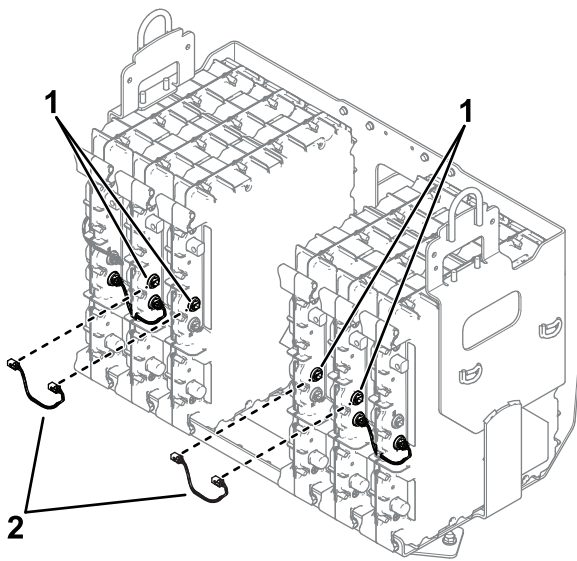

Figura 6
2. Ligue as cablagens novas à porta da bateria identificada com D2 (Figura 6).